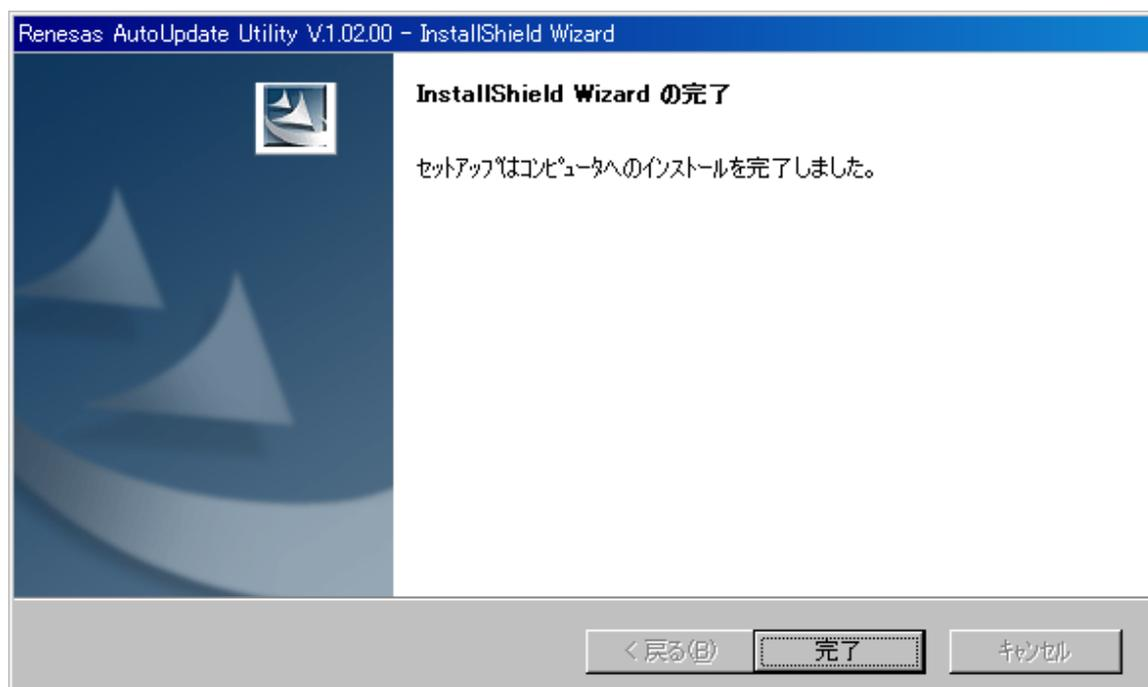

図3.2.6 E10A-USBソフトウェアインストール手順⑥
- ⑥ インストールが終了すると、図3.2.6の画面が表示されますので、”完了”ボタンをクリックします。